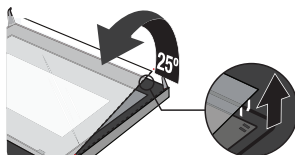

Figura 4
4. Ndajeni xhamin me kujdes duke e ngritur afërsisht me 25°. (Figura 4)